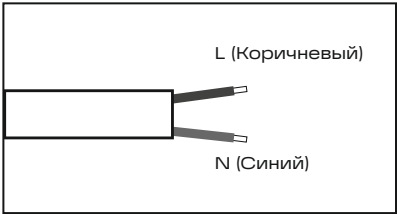

Рис. 3
- 5.12 Выполните электрическое подключение осветительного прибора согласно (рис. 3).